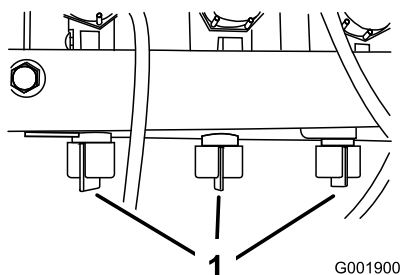

Figura 22
10. Ajuste la válvula de retorno del brazo que cerró (Figura 22), situada debajo de la válvula de control de ese brazo, hasta que la presión marcada en el indicador sea la misma que en el paso 7.